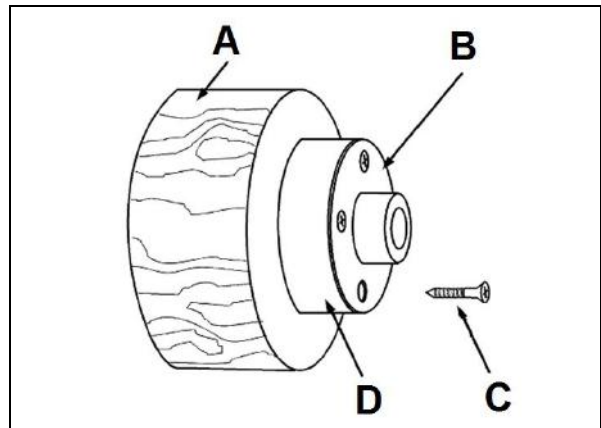

Fig. 26
Fixer la pièce à usiner (A, Fig. 26) avec 4 vis à bois (C) par derrière directement sur le plateau circulaire. Bien choisir les vis. Des vis trop longues débordent dans la zone de travail et des vis trop courtes ne garantissent pas une bonne fixation.